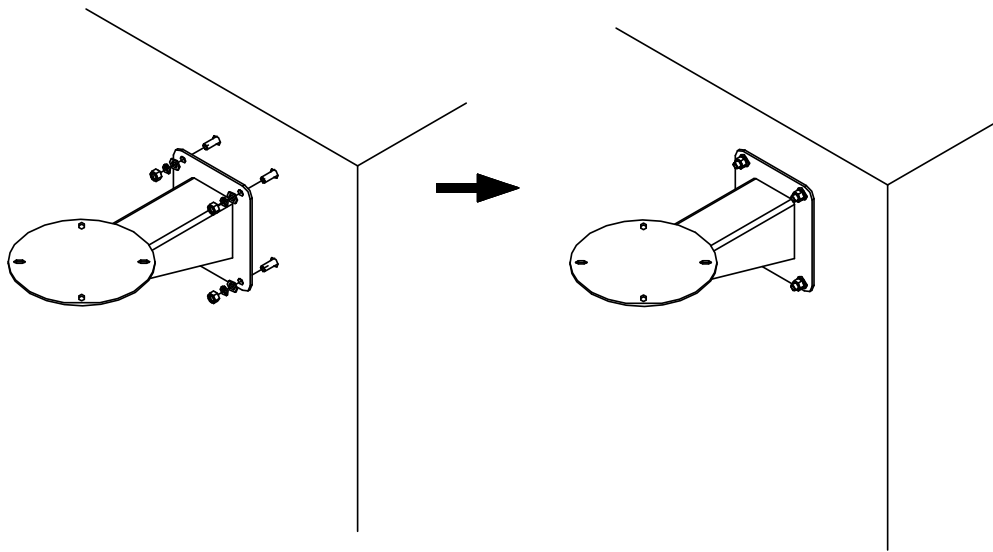

Figure 2-3 ブラケットを固定する
- 3) Figure 2-3 に示すように、4つのフラットガスケット、スプリングワッシャ、およびナットでブラケットを固定します。